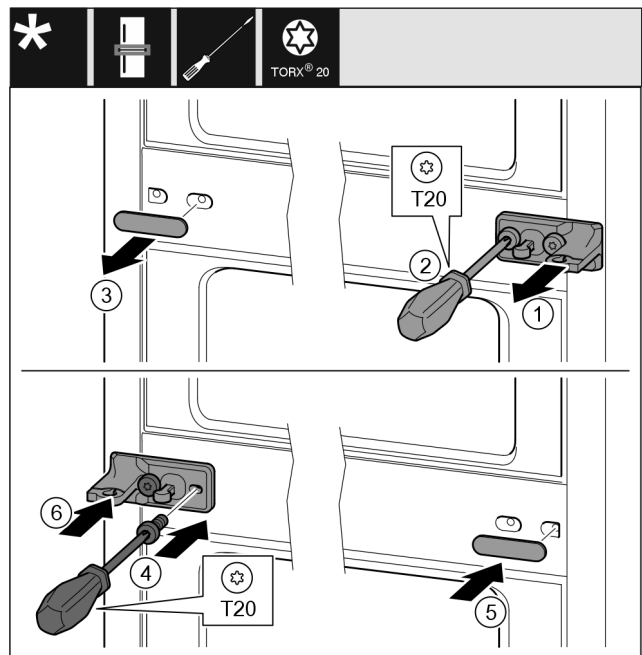

Fig. 33
- ▶ Снимите шайбу. Fig. 33 (1)
- ▶ Выкрутите винты отверткой T20. Fig. 33 (2)
- ▶ Осторожно снимите крышку. Fig. 33 (3)
- ▶ Плотно прикрутите опорный кронштейн с подкладкой с поворотом на 180° с другой стороны. Fig. 33 (4)
- ▶ Установите крышку с поворотом на 180° с другой стороны. Fig. 33 (5)
- ▶ Надвиньте шайбу спереди. Fig. 33 (6)